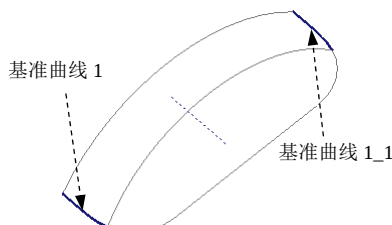

图 4.6.13 选择第二方向曲线
② 选择第二方向曲线。单击操控板中第二方向曲线操作栏，按住 Ctrl 键，依次选择基准曲线 1、基准曲线 1_1（图 4.6.13）为第二方向边界曲线。